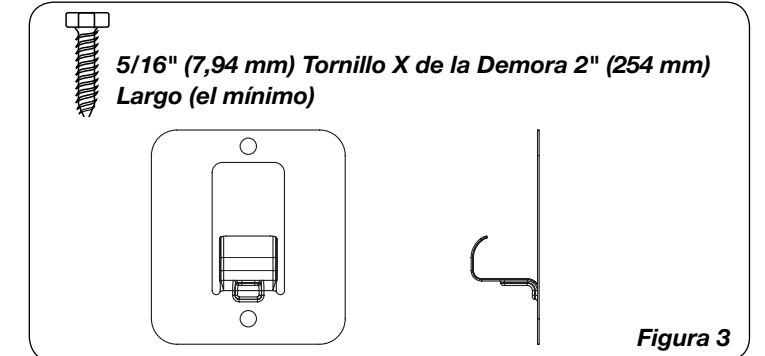

Figura 3
3. Abroche corchete de pared a la superficie creciente que utiliza 2 cierres apropiadamente calibrados 5/16" (7,94 mm) tornillo X de demora 2" (254 mm) largo (mínimo). Taladre hoyos pilotos como sea necesario. (Vea Figura 3).